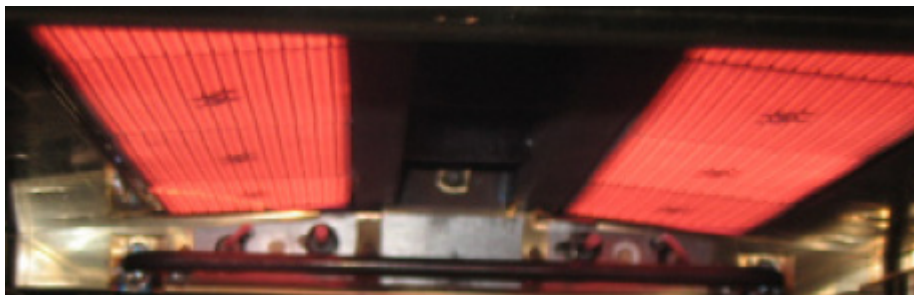

FIG. 1
5. Contrôler l'aspect des brûleurs IR. Lorsqu'ils sont suffisamment chauds, les brûleurs IR doivent se présenter comme sur la Fig. 1 ci-dessous.